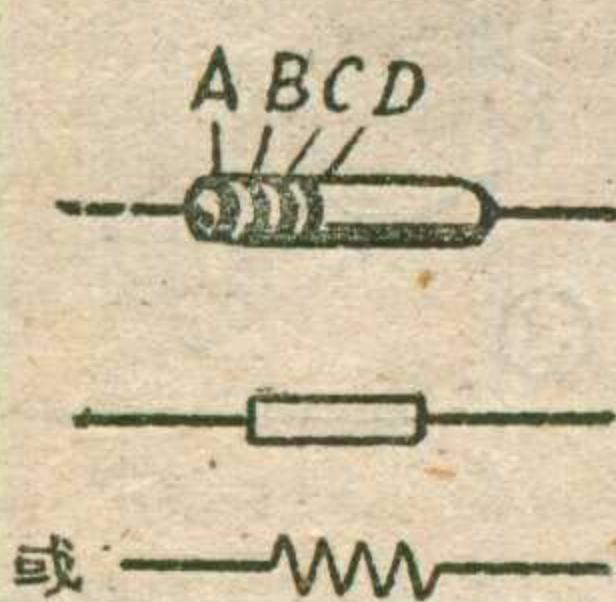
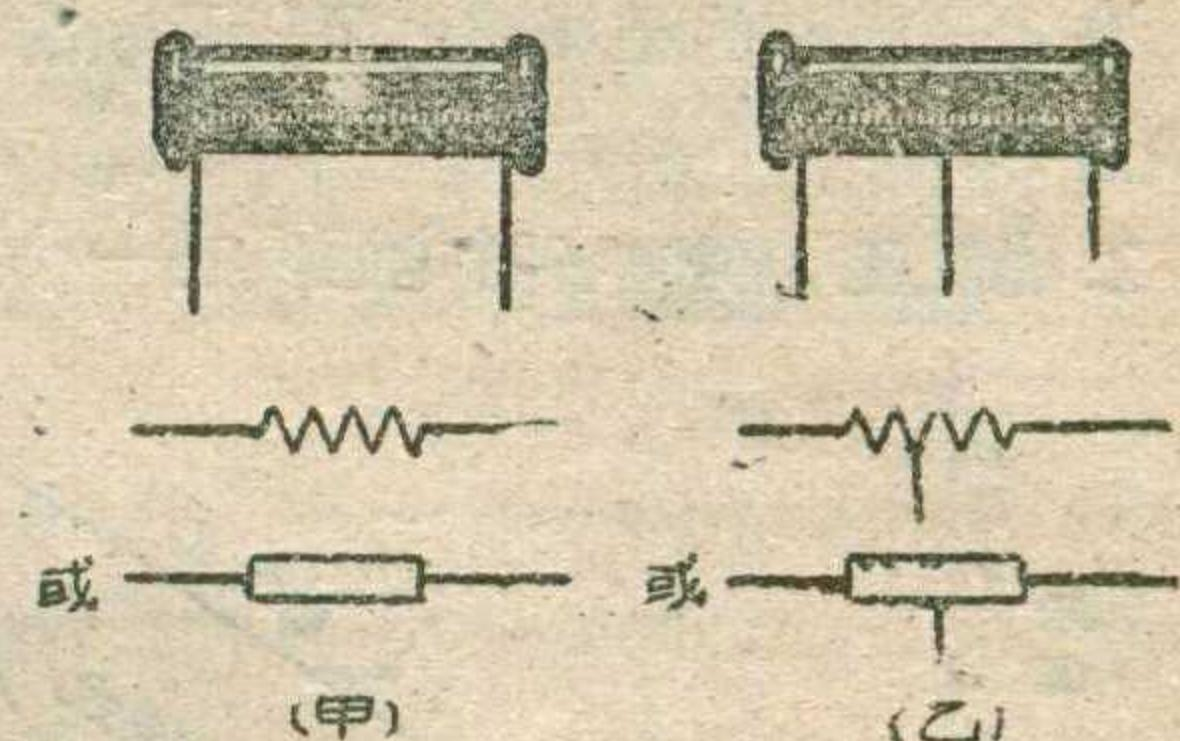
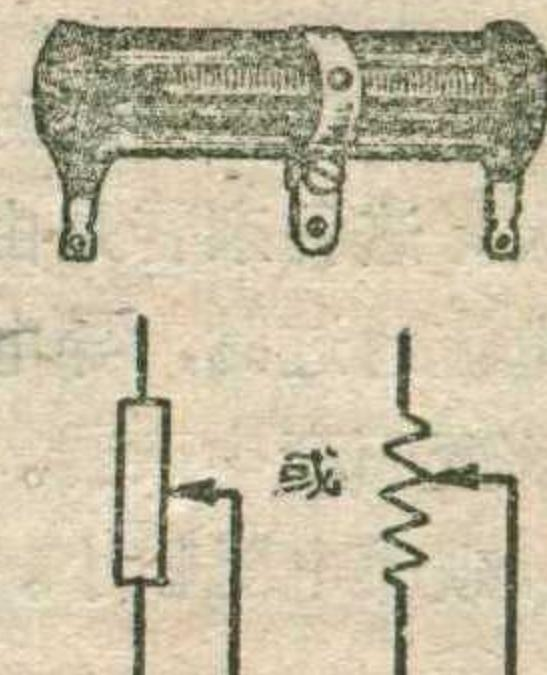

图 1
图 3
图 4
我們的录音机，在每次录音前胶带总要先来一次消音，花费很多时间，而效果并不十分好，有时仍有重音出现。根据这种情况，我試制成功了一种簡便的快速磁消音器。用售品 3Q5×2 輸出变压器改制，在它的初級圈的外圍用 39 号漆包線加 繞 143 圈，与初級線圈串联，插入图 1 所示铁心制成，制成功后如图 3。
做成薄膜合成电阻。合成电阻的阻值大小随配料内导电成分的多少而定。合成电阻的外形如图1所示。它的阻值一般是用颜色来标志的。在电阻的一端漆有三道或四道色环，第一道色环
(A) 表示阻值的第一位数字，第二道色环 (B) 表示阻值的第二位数字，第三道色环 (C) 表示阻值末尾有几个零。合成电阻对其标称值来说，往往有 $\pm 5\%$ 到 $\pm 20\%$ 的容许误差，这个误差程度也用颜色标志在电阻上面，如图1中的第四道色环D。电阻的颜色标志代表的数字列表如后：
上。线绕电阻是用电阻线圈绕在瓷管上制成的，常用的电阻线有镍铬合金线和铜镍合金线两种，前者的电阻率较大。线绕电阻绕成后，在瓷管外面涂一层陶土质、绝缘漆或釉质等作保护层，以防损坏。功率较小但阻值较大的线绕电阻，因为用线过细，容易霉断。线绕电阻工作时发热较多，附近必须留有空隙，以便散热，并防止烤坏其他元件。线绕电阻的容许误差范围，一般都比碳质电阻小，大都在±5%以下，有时为了使用方便，在一定阻值的地方又引出接头（图3乙），如线圈的抽头一般，这种称为“抽头线绕电阻”，目前用得较少。线绕电阻的外形见图3。有些线绕电阻绕好以后，并不全部涂满绝缘保护层，在瓷管上留有一条沟槽，露出电阻线，另装有一个圆形卡子，可以在上面移动位置，以便得到不同的阻值，这就是可变线绕电阻，外形见图4。线绕电阻的阻值一般都不超过几千欧，因为阻值太大了，电阻线容易断。
在作声电控制或水位报警控制时，只要把图 3、图 4 的 1、2 点和图 1 中的 1、2 点相接，那末话筒中有声音送入，或水位上升到一定高度时，和上述原理一样，也能产生控制作用。